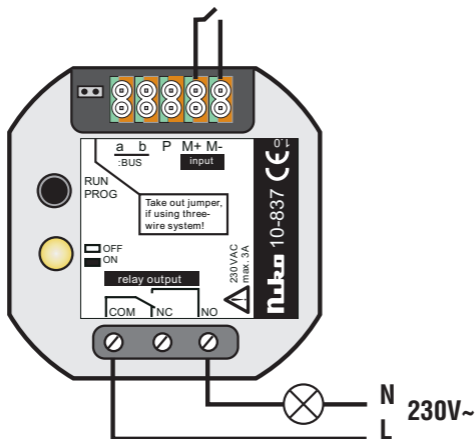

fig.6
Ce relais est destiné à être encastré. Il possède 5 paires de bornes à contact automatique qui simplifient le câblage. Sur chaque borne, 2 fils peuvent être raccordés. Le fil peut avoir un diamètre max. de 0,8mm. Pour introduire les fils dans les bornes, le fil doit être dénudé jusqu'à une longueur de 5 à 6mm. Le relais est directement relié au bus. Pour un raccordement bifilaire, seules les bornes a et b sont raccordées. Si plus de 3 relais du type 10-837 sont raccordés, une connexion trifilaire est requise. Dans ce cas, les bornes a, b et P doivent être raccordées et le cavalier du relais doit être enlevé (fig.6). Sous le relais 10-837, une sortie relais libre de potentiel dotée d'un contact inverseur 230V/3A est prévue. Cette sortie relais peut être utilisée comme un contact normalement fermé (NC) ou un contact normalement ouvert (NO). Selon le fonctionnement souhaité, la borne à vis COM doit être combinée avec le contact NC ou NO. Le relais est pourvu d'une entrée supplémentaire (bornes M+ et M-) permettant de raccorder un bouton-poussoir/interrupteur. Le relais peut être relié à un système domotique Nikobus via les entrées et sorties (voir catalogue technique Niko Access Control).